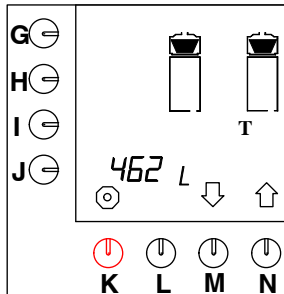

Fig. 38 Totalräkneverk bryggarsystem
- Tryck på valtangenten (N.)↑ tills fig. 38 visas på displayen.